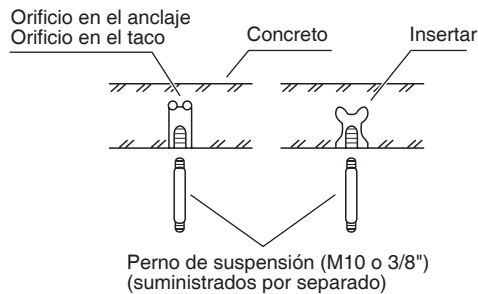

Fig. 3-3
- Insertar los pernos de suspensión (fig. 3-3)
- (2) Atornille los pernos de suspensión permitiéndoles que sobresalgan del techo (fig. 3-3). (Corte el material del techo, si es necesario.)